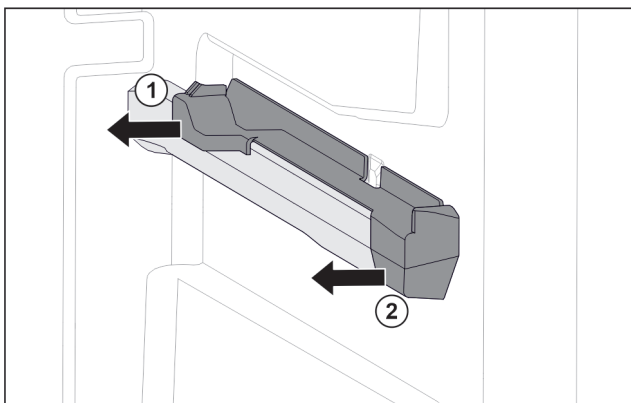

Fig. 102 Natični dio na desnom žlijebu spremnika
- ▶ Skinite natični dio straga u stranu. Fig. 102 (1)
- ▶ Skinite natični dio sprijeda u stranu. Fig. 102 (2)